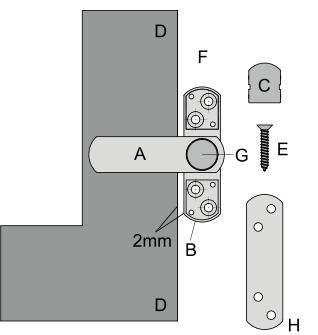

Abbildung 3: Montage des Befestigungsblocks
- 2 Legen Sie den Riegel (A) der Zusatzsicherung um (siehe Abbildung 3) und entfernen Sie die Abdeckkappen (C).
- 3 Positionieren Sie den Befestigungsblock (B) auf dem Fensterrahmen (F). Achten Sie dabei auf 2 mm Abstand zwischen Fensterrügel (D) und dem Befestigungsblock (B). Die mitgelieferte 2 mm Distanzplatte (H) kann dabei als Hilfsmittel zur Abstandsermittlung verwendet werden.
- 4 Zeichnen Sie die 4 Bohrlöcher für die Befestigungsschrauben (E) an.